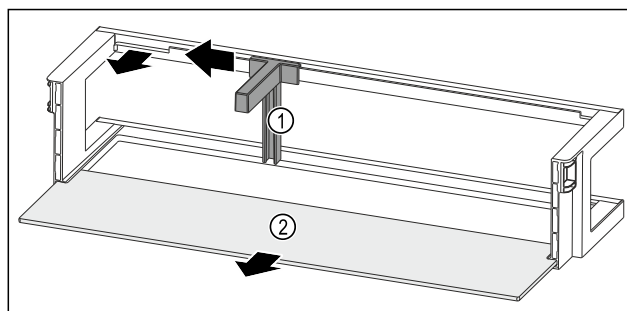

Fig. 240 Balconnet de contre-porte avec range-bouteilles et tablette de rangement
- Pousser le range-bouteilles Fig. 240 (1) sur le côté jusqu'à l'évidement.
- Retirer le range-bouteilles Fig. 240 (1).
- Retirer la tablette de rangement Fig. 240 (2).